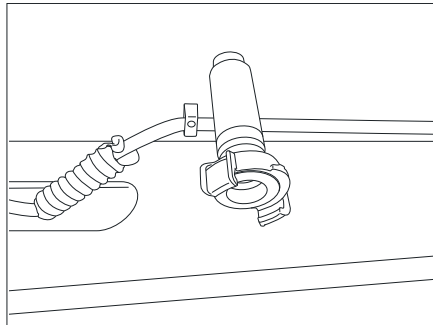

Fig. 180 Raccordement d'eau fraîche (tuyaux en laiton)
- Raccorder l'eau fraîche au à la fermeture à baïonnette (tuyaux en laiton, Fig. 180).
- Détacher le raccordement d'eau fraîche (tuyaux en laiton, Fig. 180).